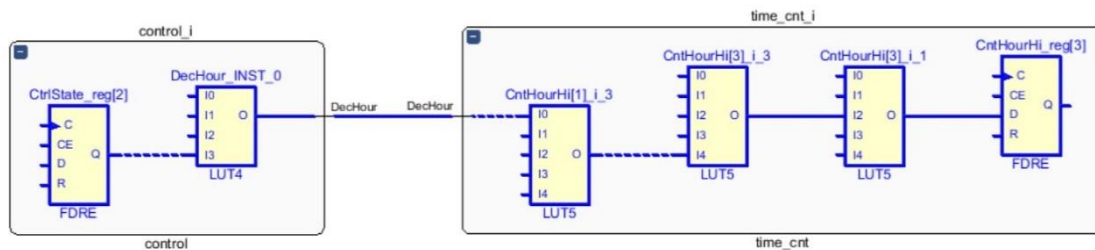

Figura 20. Schema căii de date Path1 selectate în panoul Timing.
8. În timp ce una din căile din panoul *Timing* este selectată, executați un clic cu butonul din dreapta în fereastra *Device* și selectați opțiunea *Schematic*. Se va deschide fereastra *Schematic*, în care se afișează schema căii selectate (figura 20).